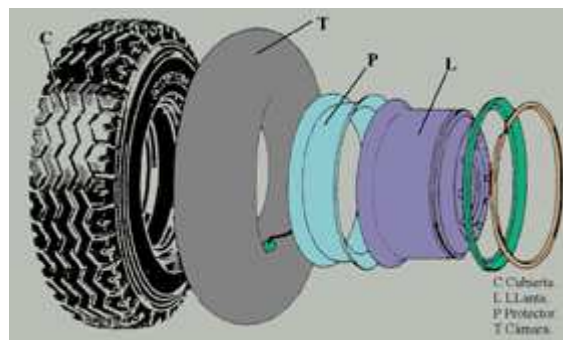

Fig. 9
- **Parte neumática (fig. 9)**
**Neumáticos con cámara (fig. 9)**